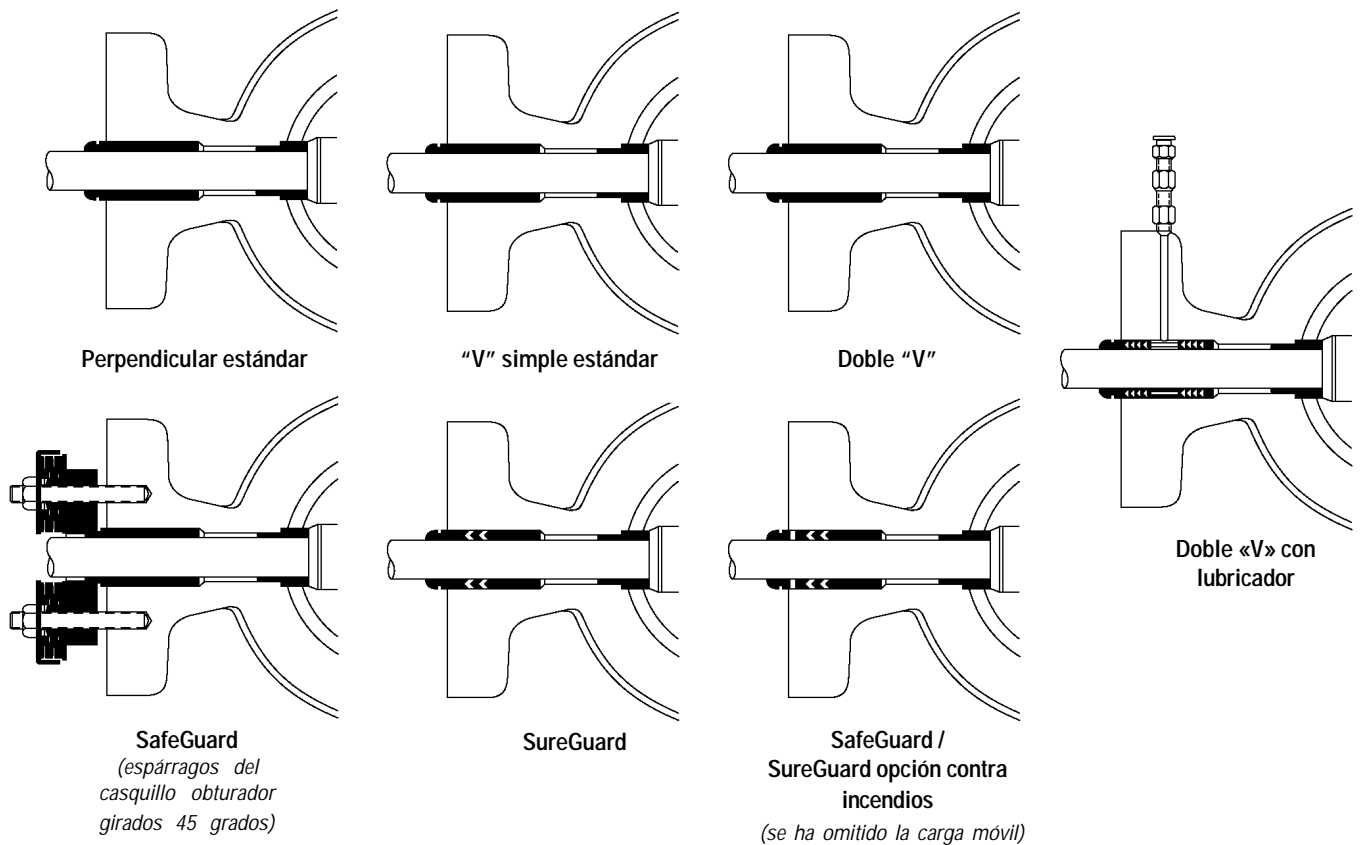

Figura 3: Configuraciones típicas de los casquillos obturadores
7. Deslice el retén del casquillo obturador, el casquillo obturador inferior, el separador del obturador, el casquillo obturador superior, y el rodillo obturador por el extremo ranurado del eje hacia el interior del cuerpo. En la figura 3 se muestran las configuraciones típicas de los casquillos obturadores.